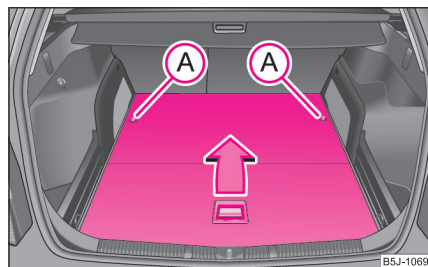

Abb. 68 Gepäckraum: vari-
- Durch Drehen der Sicherungsbolzen **(A)** um ca. 180° nach links entriegeln Sie den Ladeboden ⇒ Seite 68, Abb. 68.